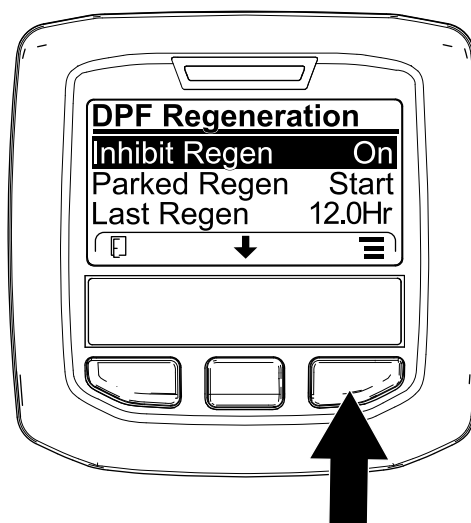
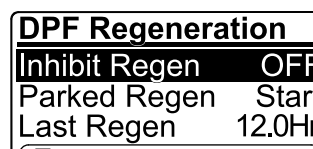

Рисунок 49
Рисунок 50
1. Перейдите в меню DPF Regeneration (Регенерация DPF), нажмите среднюю кнопку, чтобы перейти вниз к опции Inhibit Regen (ЗАПРЕТ РЕГЕНЕРАЦИИ), и нажмите правую кнопку, чтобы выбрать опцию Inhibit Regen (Запрет регенерации) (Рисунок 49).
2. Нажмите правую кнопку, чтобы изменить настройку запрета регенерации с On (Вкл.) на Off (Выкл.) (Рисунок 49) или с Off (Выкл.) на On (Вкл.) (Рисунок 50).